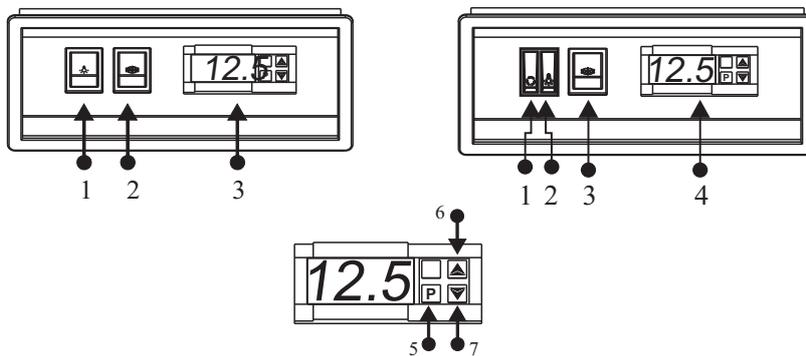

Fig.10
7. Alles wiederherstellen und in umgekehrter Richtung vorgehen (Sehen Bild 10).